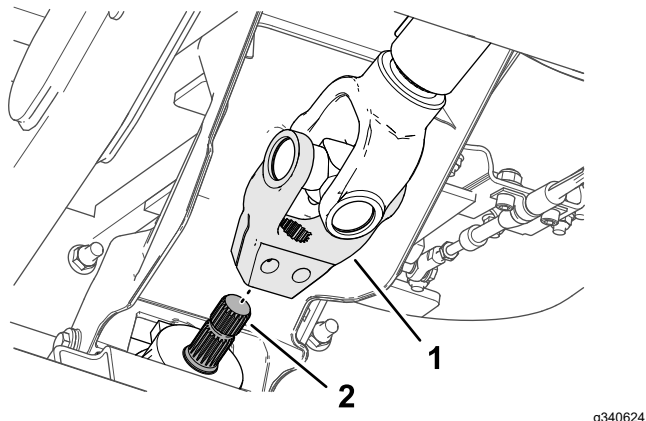

Figura 16
- Alinee las acanaladuras de la horquilla del árbol de transmisión con las acanaladuras del eje de entrada del accesorio (Figura 16) y deslice la horquilla sobre el eje.